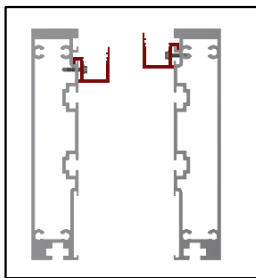

Abbildung 28
- » An den Längsprofilen (11+12) sind die Lamellenträgerprofile werkseitig vormontiert. Die unterschiedliche Höhe der Trägerprofile ergibt die notwendige Neigung der Lamellen für den Wasserabfluss (Abbildung 28).